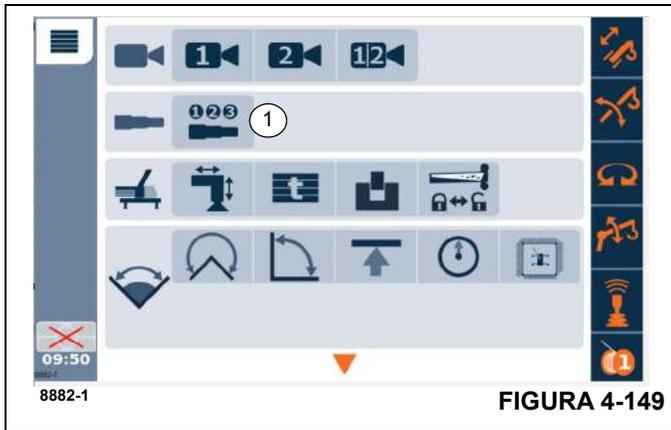

FIGURA 4-149
NOTA: Abra el menú de telescopización semiautomatizado (1), (Figura 4-149).